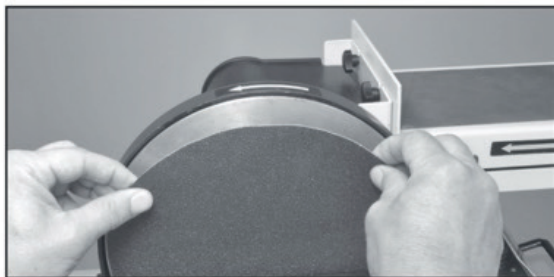

Рис. 1.
2. Выверните наждачную бумагу по центру диска, затем плотно прижмите ее на место (рис. 1).